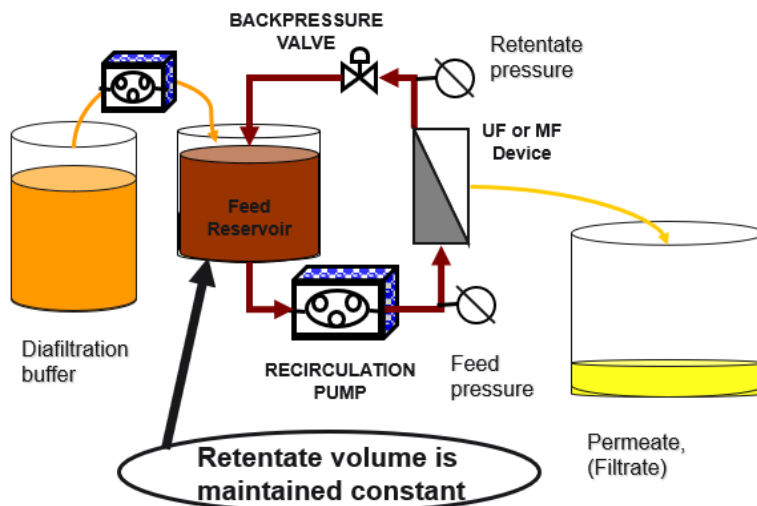

图 4. 洗滤示意图
6. **样品洗滤&过浓缩**：浓缩至特定倍数后，开始洗滤。保持浓缩时的泵速和 TMP，在回流端收集瓶中泵入最终 Buffer。补液泵速保证和透过端流速一致。洗滤示意图如图 4 所示。洗滤至特定倍数（通常为 7-10 倍），关闭补液泵。继续透过一段时间对样品进行过浓缩（系统死体积，后续顶洗会稀释料液，所以需要过浓缩）。